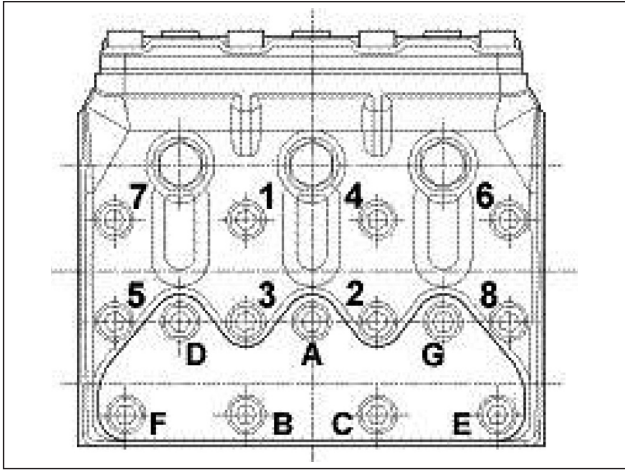

图25
* 连杆盖固定螺丝必须按照第76页一节所述的步骤拧紧。 ** 泵头固定螺丝必须以扭力扳手拧紧，并按照如图25所示的顺序润滑泵头下部。 *** 阀盖固定螺丝必须以扭力扳手拧紧，并按照如图25所示的顺序润滑泵头下部。 **** 动力输出轴第2法兰必须以扭力扳手拧紧，并使用Loctite 243蓝色螺丝胶。